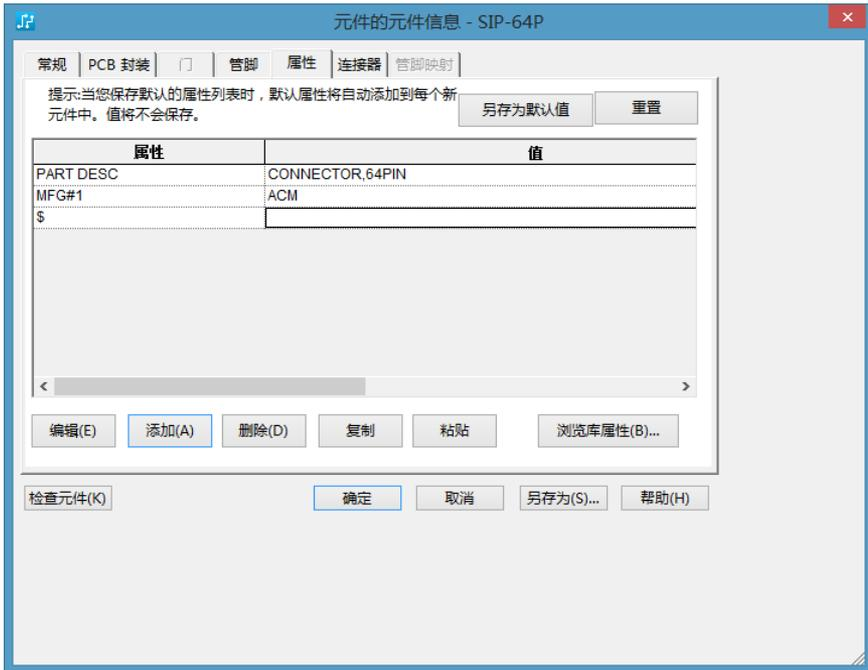

图 9-43 添加属性
- 5) 单击“添加”按钮，重复前面的步骤，添加下列新的属性名称和属性值：MFG#1 ACM 和\$(leave blank)，如图 9-43 所示。